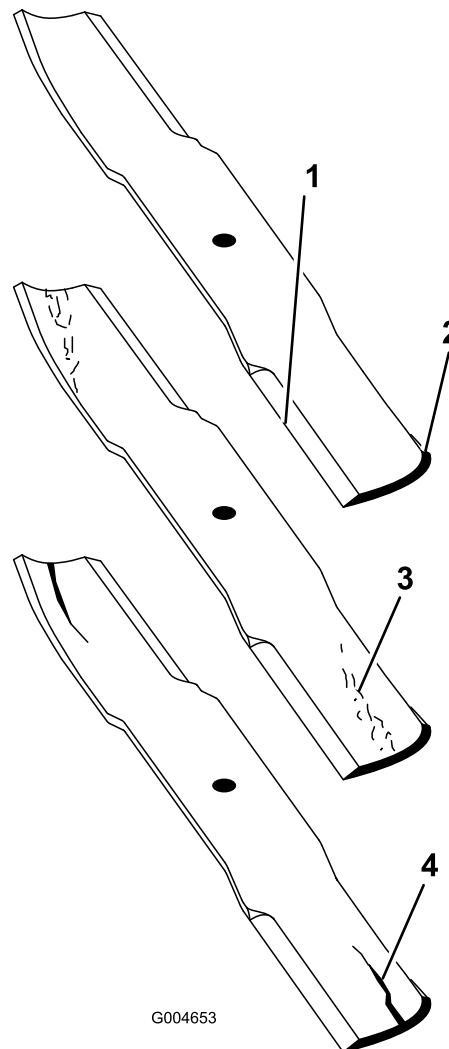

Figure 90
2. Examinez attentivement les tranchants de la lame, particulièrement au point de rencontre de la partie plane et de l'ailette (Figure 90).
Remarque: Le sable et les matières abrasives peuvent éroder le métal à cet endroit, c'est pourquoi il est important de contrôler l'état de la lame avant d'utiliser la tondeuse. Remplacez la lame si elle semble usée (Figure 90).